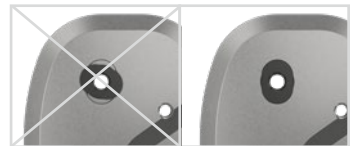

fig. 25
- 2 Placez le boulon à goupille fendue dans la partie inférieure de l'articulation (fig. 25).